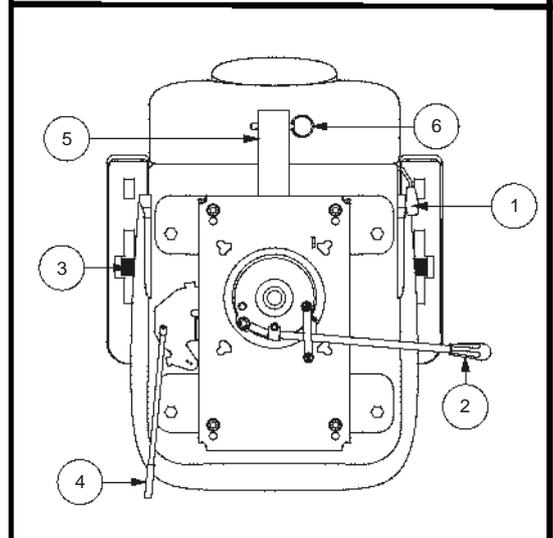

Abb. 15. Sitzeinstellungen
Um die verstellbare Rückenlehne einzustellen, befolgen Sie diese Schritte. Siehe Abb. 15.
1. Zum Entriegeln des Sitzes den Sitzverschluss je nach Sitztyp entweder nach oben ziehen oder nach vorne schieben. Siehe Abb. 15.
Der Armlehnenwinkel Ihres Personal Elektromobils kann nach oben oder nach unten verstellt werden durch das Drehen der Einstellscheiben. Siehe Abb. 15.
1. Drehen Sie den Hebel zur Verstellung der Sitzposition nach aussen. Siehe Abb. 15.
Die Zubehörhalterung am Heck ermöglicht es Ihnen, persönliche Zubehörkomponenten wie Korb, Gehhilfe oder Sauerstofftank hinter dem Personal Elektromobil anzubringen. Verwenden Sie den Sicherungsstift, um das Zubehörteil sicher an der Halterung zu befestigen. Siehe Abb. 15. Für weitere Informationen wenden Sie sich an Ihren Vertragshändler.